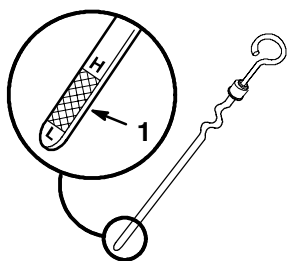

Figure 5
4. Retirer la jauge d'huile et bien essuyer l'extrémité métallique (Fig. 5).
5. Réinsérer la jauge à fond dans l'ouverture de jauge, puis la retirer et voir jusqu'où l'huile arrive sur l'extrémité métallique. Si le niveau d'huile est proche ou inférieur à la marque du bas (L), retirer le bouchon de remplissage et ajouter de l'huile sans dépasser la marque supérieure (H) de la jauge. (Type d'huile et viscosité à utiliser en fonction des conditions de température : voir huile moteur, page 32).